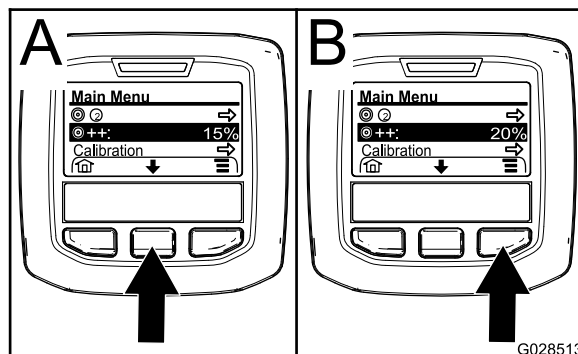

图 68
- 如果需要按中间选择按钮可突出显示喷洒率增加图 68。
注意 喷洒率增加的图标看起来就像是靶心目标右侧的 2 个 (+) 符号图 68。
- 按右侧选择按钮图 68 可以 5% 的增量提高增加百分比最大 20%。